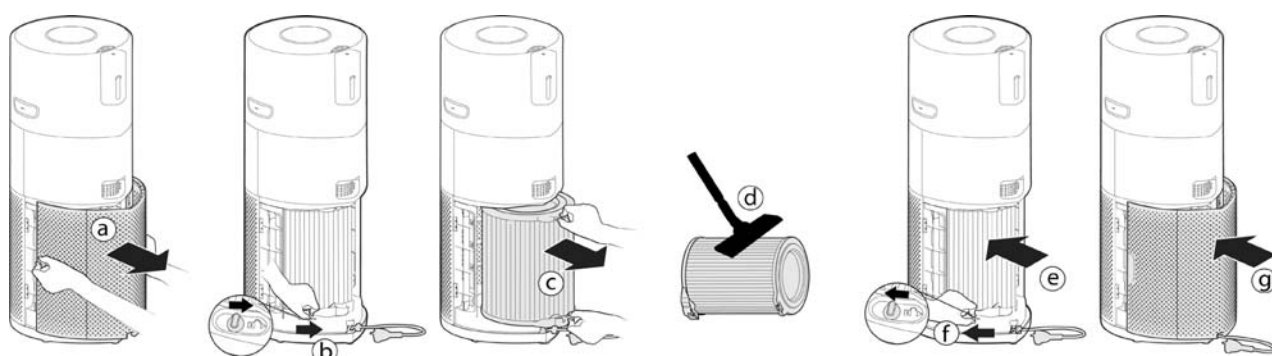

Рис. 17
Очистка / Замена фильтра: [Рис. 17]
- Снимите крышку блока забора воздуха с прибора. [Рис. 17а]
- Откройте защелку фиксатора фильтра. [Рис. 17б]
- Снимите фильтр с прибора. [Рис. 17с]
- С помощью пылесоса очистите наружную сетку на блоке фильтра ИЛИ замените на НОВЫЙ фильтр. [Рис. 17д]
- Верните блок фильтра в прибор. [Рис. 17е]
- Закройте защелку фиксатора фильтра. [Рис. 17ф]
- Установите крышку блока забора воздуха на прибор. [Рис. 17г]